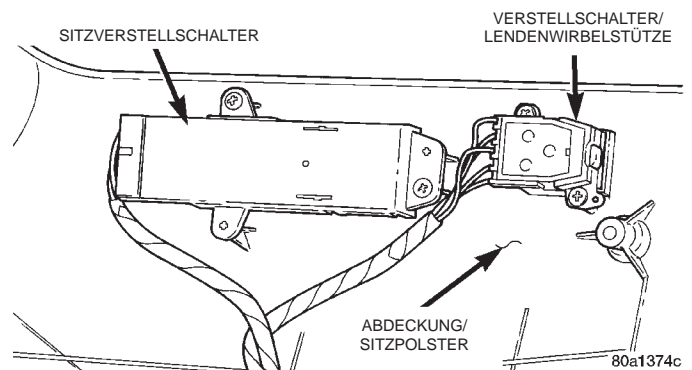

Abb. 3 Sitzverstellungsschalter aus- und einbauen
(1) Batterie-Minuskabel abklemmen und elektrisch isolieren.
(2) Mit einem Hartkunststoffstab oder einem ähnlichen, geeigneten Werkzeug mit flacher, breiter Klinge die Schaltelemente vom Sitzverstellungsschalter abhebeln.
(3) Die drei Schrauben lösen, mit denen die Abdeckung des Sitzpolsters am äußeren Sitzrahmen befestigt ist.
(4) Die Abdeckung so weit vom Sitzrahmen abnehmen, daß die Kabelsatz-Steckverbinder des Sitzverstellungsschalters und des Schalters/Lendenwirbelstütze zugänglich sind.
(5) Steckverbinder abziehen.
(6) Abdeckung aus dem Fahrzeug nehmen.
(7) Die beiden Schrauben lösen, mit denen der Sitzverstellungsschalter an der Innenseite der Abdeckung befestigt ist (Abb. 3).